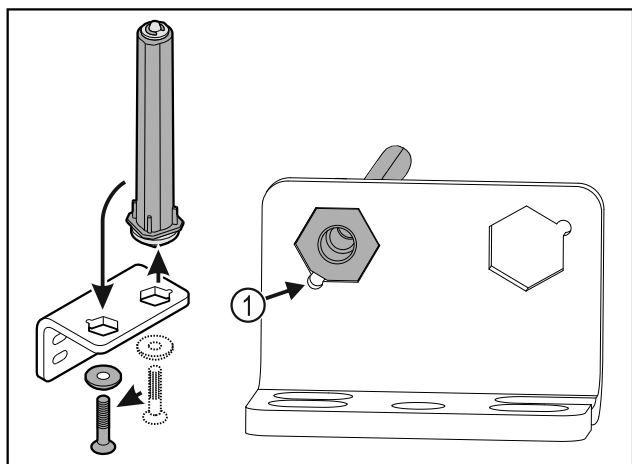

Fig. 34
- ▶ Aveți în vedere ca la introducerea, teșitura bolțului Fig. 34 (1) să fie orientată spre orificiul rotund.